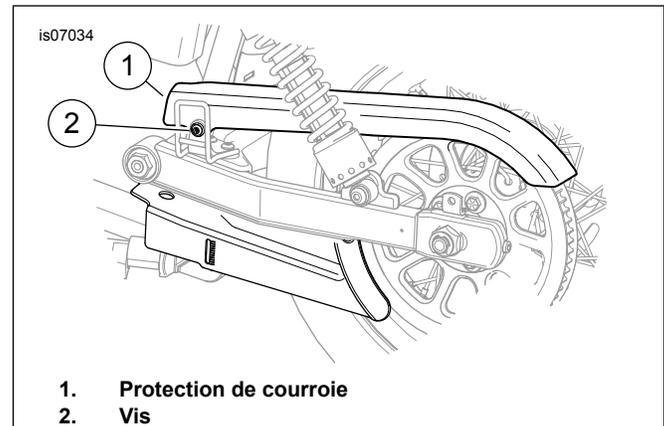

Figure 2. Installer la protection de courroie
2. Voir Figure 2. Installer la protection de courroie (1) sur le support de montage avant. Installer la vis (2) retirée précédemment et serrer à un couple de 34–47 N·m (25–35 ft-lbs).